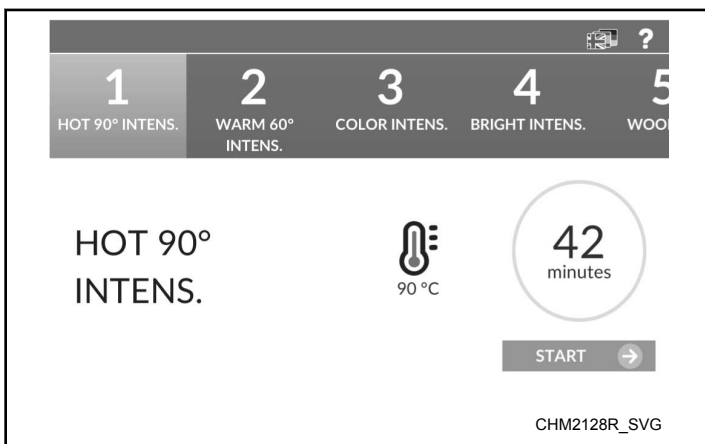

Figure 15
1. Sélectionner un cycle à partir du menu d'options de cycle *Préréglage de cycle*. Sélectionner la température désirée, puis appuyer sur SUIVANT (voir Figure 15).